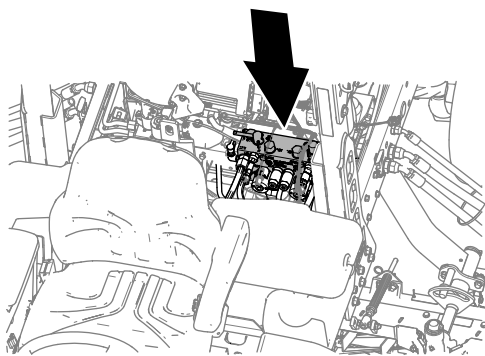

図 167
- 前、後、または両方のバックラップレバーを Rバックラップ位置にセットする 図 167。